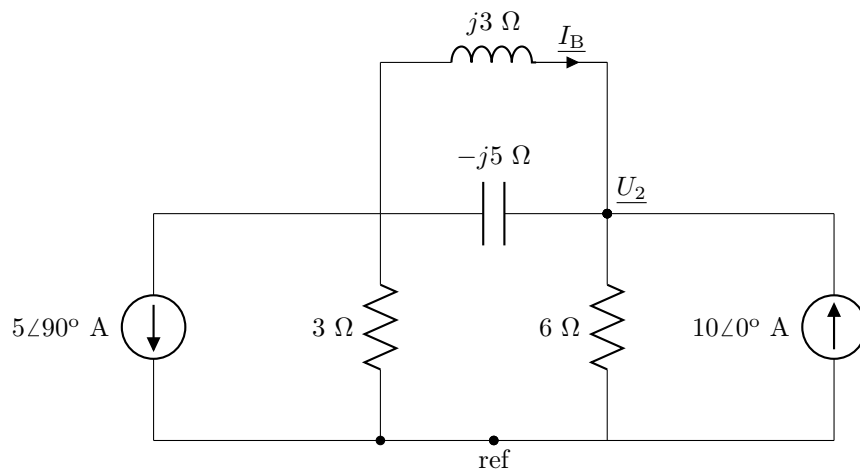

Figura 4.17: Circuito de los problemas 46 y 47.
46. Utiliza el análisis fasorial y de nodos en el circuito de la figura 4.17 para hallar  $\underline{U}_2$ .
47. En el circuito de la figura 4.17 utiliza el análisis de mallas para determinar  $\underline{I}_B$ .